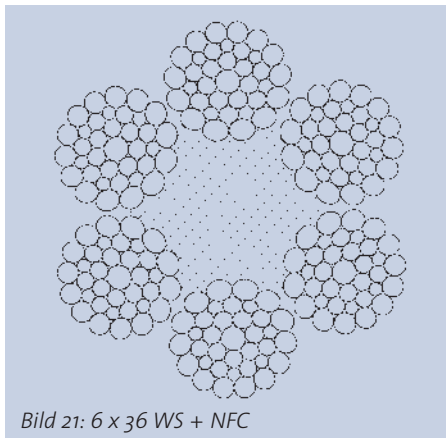

Bild 21: 6 x 36 WS + NFC
- dickere Seile bei kleinem $D/d = 30$ einzusetzen und der Konsequenz daraus flexible vieldrätige Seilkonstruktionen zu wählen, Bild 21.